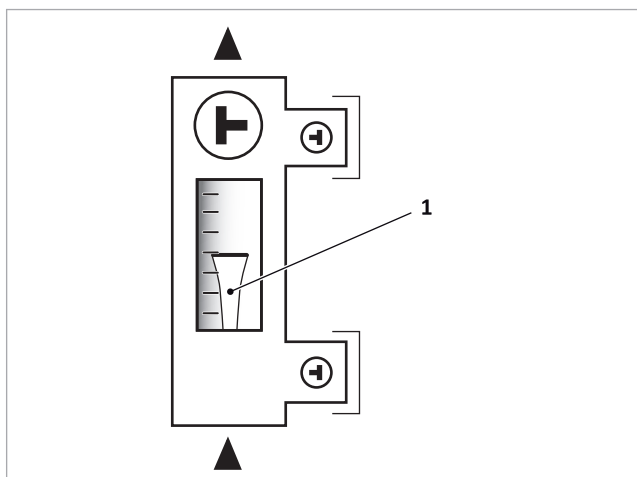

Fig. 109: Lectura del caudal volumétrico en el borde superior del cuerpo flotante (1)
2. Conecte el tubo flexible de presión de la estación de lavado y llenado (SBS) al grifo de llenado y vaciado (6) del caudalímetro, abra el grifo de llenado y vaciado.
3. Conecte la bomba de lavado y lave: SBS → Grifo de llenado y vaciado (6) → Bomba primaria → Panel colector → SÜS hasta grifo de llenado y vaciado (5) → SBS
5. Siga purgando el circuito solar aumentando y aliviando la presión. Para ello, cierre y abra el grifo de llenado y vaciado (5) de dos a tres veces.
6. Cuando el Tyfocor salga sin burbujas, cierre el grifo de llenado y vaciado (5) y aumente la presión de la instalación a 4 bar.
7. Cierre el grifo de llenado y vaciado (6) y desconecte la bomba de la SBS. Compruebe la estanqueidad de la instalación.
8. Purgue el separador de aire (7).
9. Abra por completo la válvula con tapa (3).
10. Abriendo despacio el grifo de llenado y vaciado (5), ajuste la presión de la instalación a la presión de servicio calculada. Fórmula empírica: Presión de precarga del depósito de expansión + 0,3 bares.
11. Ponga el caudalímetro en posición de flujo ($\dot{V}$ → fig. 109, pág. 58), cierre los grifos de llenado y vaciado (5) y (6), retire la SBS y desenrosque los tapones.